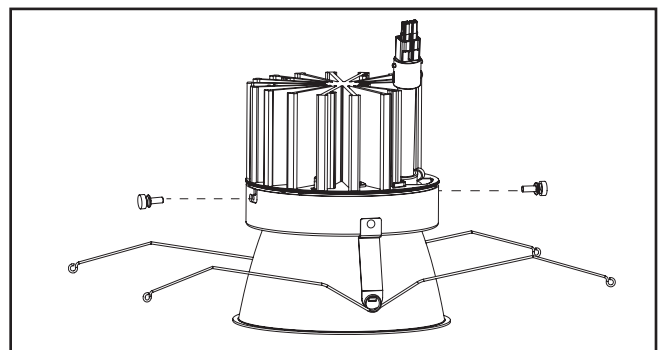

Figure 7.
- À l'aide des vis à ailettes, attachez solidement la garniture inférieure à la DEL. Alignez la fiche d'alimentation électrique du moteur lumineux à DEL avec le connecteur du boîtier du cylindre et assemblez-les (Figure 7.).